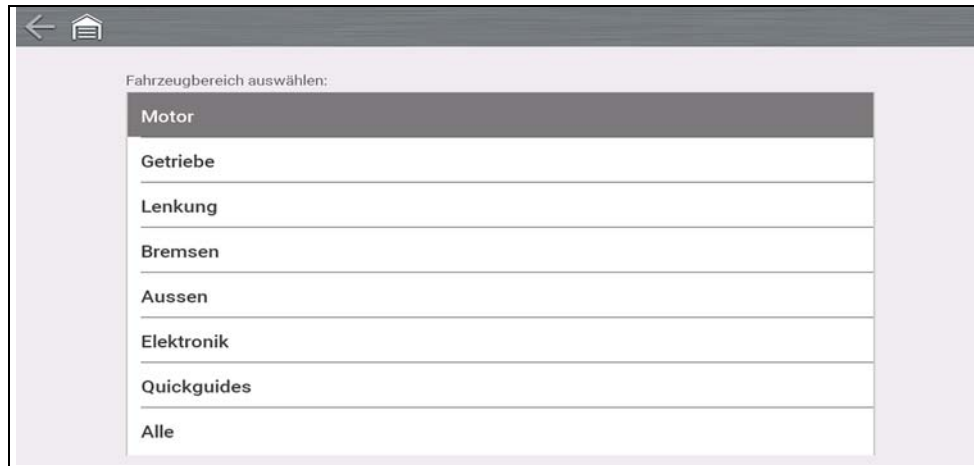

Abbildung 8-2
3. Wählen Sie einen Fahrzeugbereich, (z. B. **Motor, Getriebe, Bremsen** etc.) (Abbildung 8-2).